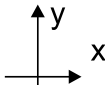

fig. 4
7. Para avaliar adequadamente a resistividade de um terreno, as medições devem cobrir toda a área a ser ocupada e influenciada pelo sistema de tomada de terra. A norma NBR 7117 recomenda que efetuem-se medições de resistividade em, pelos menos, cinco pontos para uma área de até 10.000 m², dispostos como na fig. 4. Para o ponto central devem ser necessários dois conjuntos de medições (cada conjunto de medição com suas respectivas separações de estacas de 1 m, 2 m, 4 m, 8 m, 16 m).
Áreas maiores podem ser divididas em áreas de 10.000 m² cada uma e realizar medições em 5 pontos como indicado na fig. 4. Também no caso de geometrias diferentes, sempre existirá a possibilidade de circunscrever um retângulo e proceder como no caso anterior.